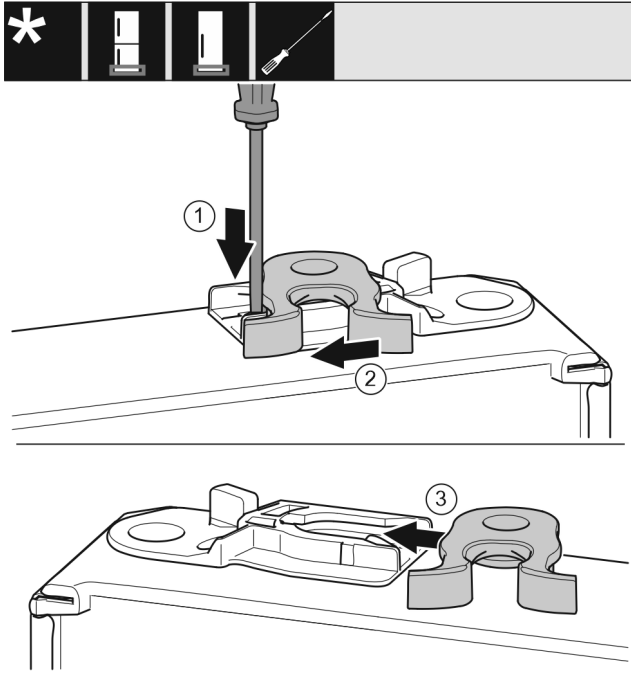

Fig. 18
- Shtypni për poshtë gjuhëzën Fig. 18 (1) me një kaçavidë me kokë petë.
- Nxirrni jashtë nga foleja udhëzuese grepat e mbylljes Fig. 18 (2).
- Futni grepat e mbylljes Fig. 18 (3) në folenë udhëzuese në anën tjetër.